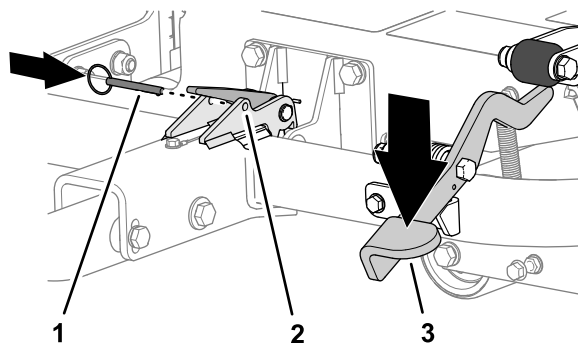

Figura 19
3. Pise el pedal de cierre de la barra de tracción hasta que la barra de tracción se bloquee en su sitio (Figura 19).
4. Inserte el pasador de bloqueo a través de los orificios en el cierre (Figura 19).